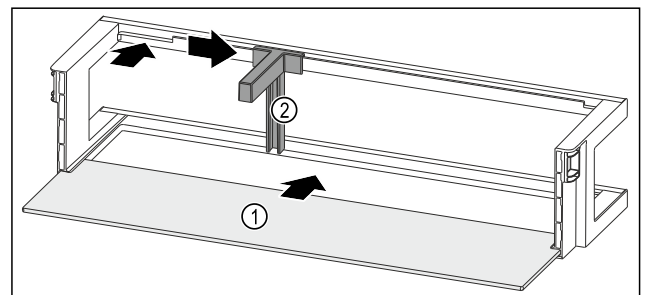

Fig. 112 Türabsteller mit Abstellfläche
- Abstellfläche Fig. 112 (1) in die seitlichen Einsparungen einschieben.
- Flaschenhalter Fig. 112 (2) in die Aussparung einsetzen.
- Flaschenhalter Fig. 112 (2) in gewünschte Position zur Seite schieben.